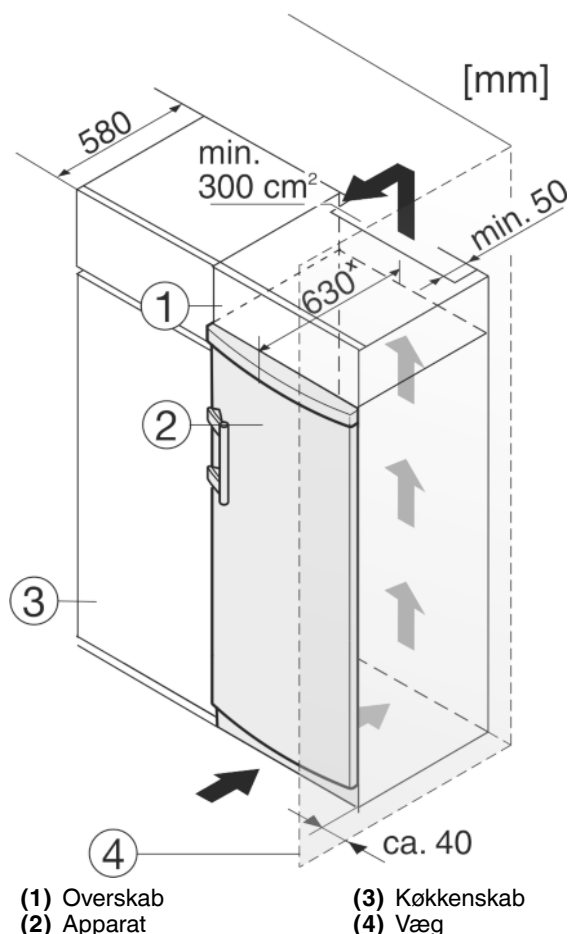

Fig. 11
Skabet kan indbygges i køkkenskabe. For at tilpasse skabet *Fig. 11 (2)* til køkkenelementerne kan der anbringes et ekstra skab *Fig. 11 (1)* over skabet.
Ved ombygning med køkkenskabe (dybde maks. 580 mm) kan apparatet stilles op direkte ved siden af køkkenskabet *Fig. 11 (3)*. Apparatet står frem i siden 34 mm * og frem i midten 50 mm * i forhold til køkkenskabenes front.
Hvis apparatet opstilles med hængslerne ved siden af en væg *Fig. 11 (4)*, skal afstanden mellem apparatet og væggen være mindst 40 mm. Dette svarer til håndtagets udhæng ved åbnet dør.